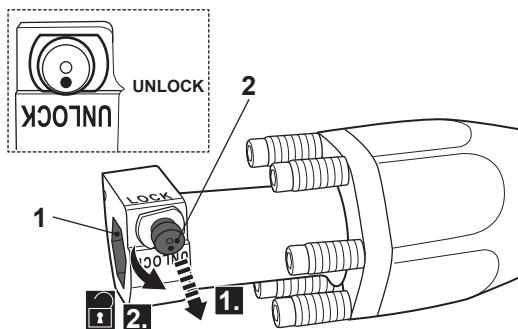

Fig. 1
- > Curățați și lubrificați ușor capătul arborelui pentru unealtă (11).
- > Asigurați-vă că șurubul de blocare este în poziția DEBLOCAT. Trageți și roțiți șurubul de blocare (2) cu 180° pentru a elibera mandrina (1), dacă este necesar (Fig. 1).